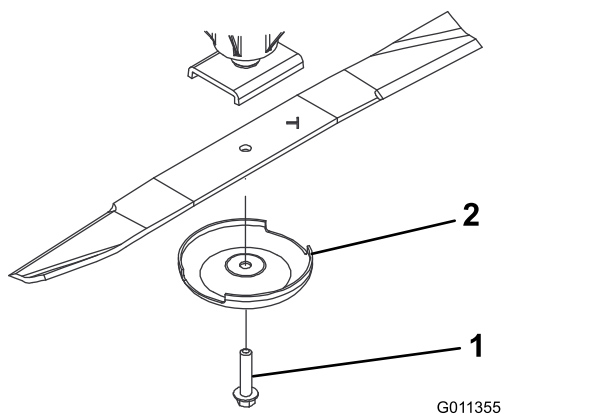

Рисунок 64
2. Возьмитесь за конец ножа рукой в перчатке на толстой подкладке или через слой ветоши. Снимите болт ножа, защитный колпак и нож с вала шпинделя (Рисунок 64).
3. Установите нож, с крылом обращенным в сторону режущей деки, вместе с крышкой предотвращения повреждения почвы и болтом ножа (Рисунок 64). Затяните болт ножа с моментом от 115 до 149 Н·м.
При износе ножа между крылом и плоской частью ножа образуется бороздка (Рисунок 64). Часть ножа может случайно отломиться и вылететь из-под корпуса, возможно, нанеся тяжелую травму оператору или находящимся рядом людям.